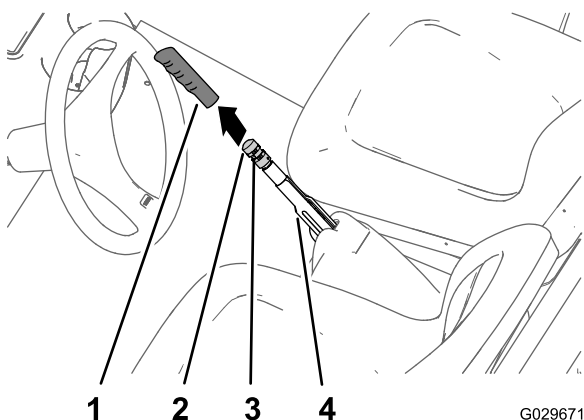

Figura 47
1. Retire a pega da alavanca do travão de mão (Figura 47).
2. Desaperte o parafuso de afinação que fixa o manípulo de ajuste do travão à alavanca do travão de mão (Figura 47).
3. Rode o manípulo de ajuste do travão até que seja necessário um binário de 133 a 156 N·m para ativar a alavanca do travão de mão (Figura 47).
4. Aperte o parafuso de afinação e instale a pega (Figura 47).
1. Retire a pega do travão de mão (Figura 47).
2. Desaperte o parafuso de afinação (Figura 47) que fixa o manípulo de ajuste do travão à alavanca do travão de mão, solte o travão de mão e desaperte o manípulo de ajuste do travão.
5. Rode o manípulo de ajuste do travão (Figura 47) aplicando um binário de 133 a 156 N·m para ativar a alavanca do travão de mão.
- C. Rode o manípulo de ajuste do travão (Figura 47) aplicando um binário de 133 a 156 N·m para ativar a alavanca do travão de mão.
- C. Rode o manípulo de ajuste do travão (**Figura 47**) aplicando um binário de 133 a 156 N m para ativar a alavanca do travão de mão.
- Aperte o parafuso de afinação e instale a pega (**Figura 47**).